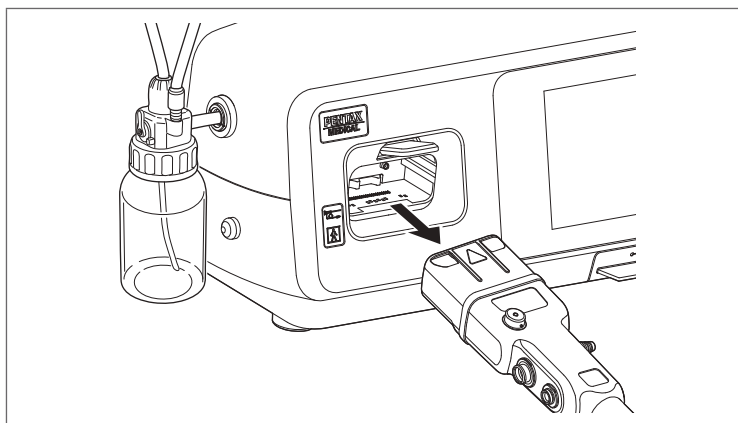

Figura 5.130
6. Scoateți conectorul endoscopului din procesor. (Figura 5.130)